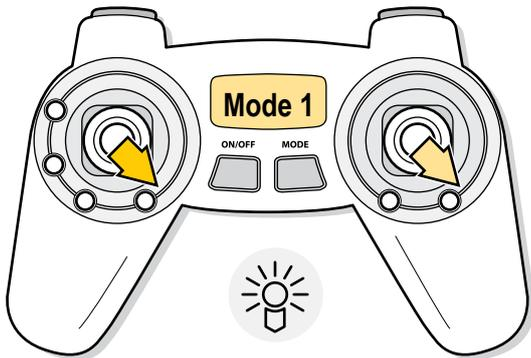

Abb. 24
- > MODE 1: Bewegen Sie den HÖHENRUDER/SEITENRUDER Steuerhebel und den DROSSEL/QUERRUDER-Steuerhebel diagonal in die rechte untere Ecke (siehe [Abb. 24]). Die Orientierungs-LEDs schalten sich ein oder aus, je nach ihrem Status.